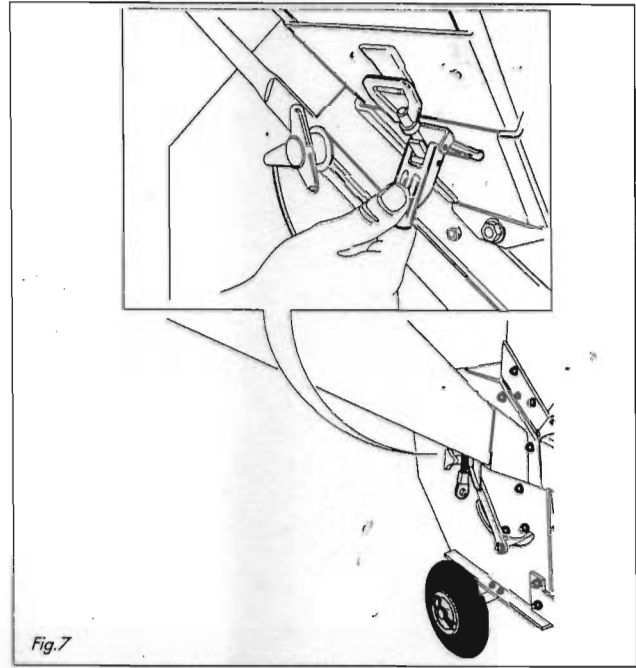

Fig. 7
Prévoir le montage de cette trémie (voir chap. 3) après vérification du blocage du crochet de fermeture (fig. 7).
- détacher le crochet de fermeture indiqué fig. 7